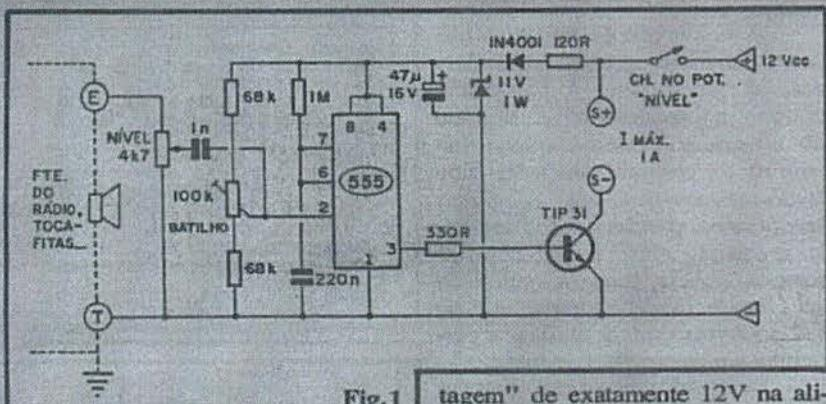

Fig.1
**- FIG. 1 - O CIRCUITO** - O diagrama esquemático do circuito enfatiza sua simplicidade, baixo custo, e o uso de poucos e comuns componentes... Na figura não consta, propriamente, o display (conjunto de lâmpadas ou LEDs comandados pelo módulo), mas apenas o núcleo eletrônico do MORLUC... Outros detalhes técnicos e práticos, serão dados mais adiante...